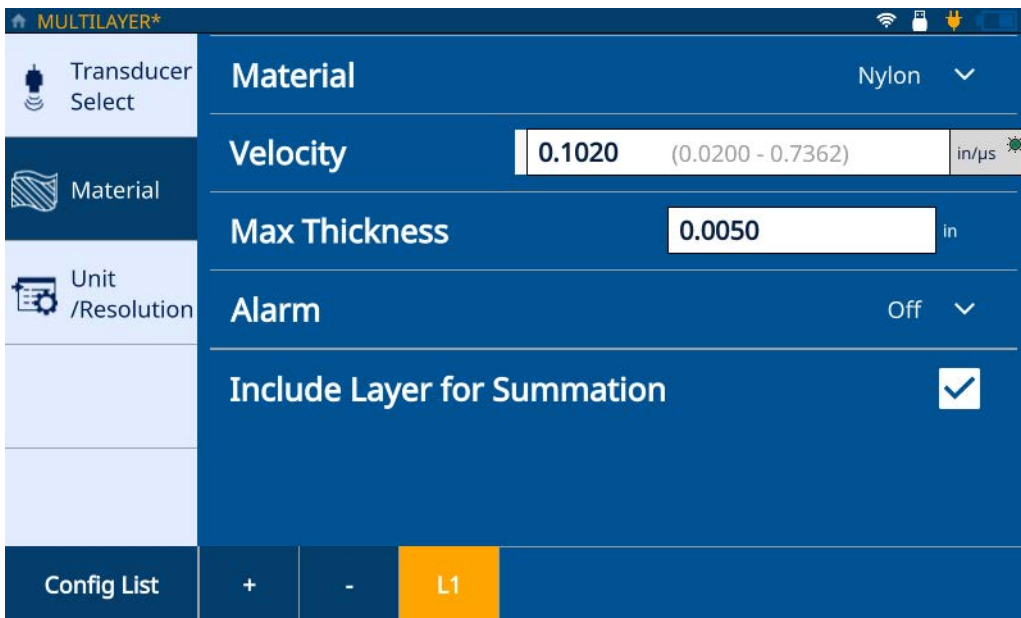

図 2-5 Multilayer Material (多層材料) タブ
8. **Material (材料)** タブ (18 ページの図 2-5 を参照。L1 は第 1 層を表します) をクリックし、ドロップダウンリストから材料を選択します。材料に基づいて自動的に音速が更新されます。